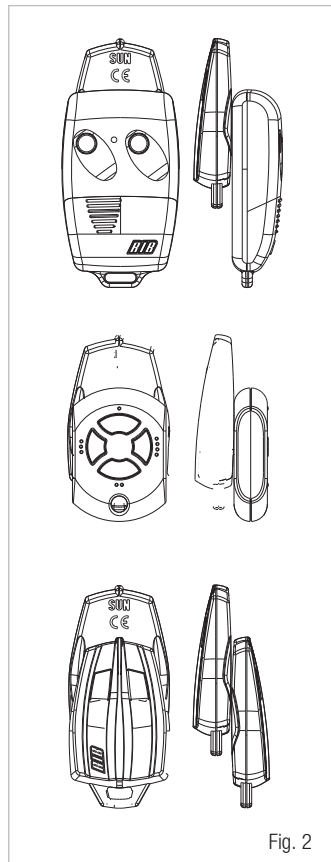

Fig. 2
3. Durante il tempo di 30 secondi premete un tasto sul telecomando valido (es. canale A, ma potrebbe essere anche canale B o C o D) per registrarlo nel SUN CLONE come mostrato in Fig. 2.
N.B.: Eseguire la Clonazione appoggiando il telecomando valido sul SUN CLONE come da Fig. 2. Una eventuale posizione differente non garantisce la corretta clonazione.
3. Durant ces 30 secondes, appuyer sur une touche sur la télécommande (ex. canal A, mais ce pourrait aussi être canal B ou C ou D) pour l'enregistrer dans le SUN CLONE comme montré sur la Fig. 2.
N.B.: Exécuter le Clonage en posant le tx sur le tx MOON CLONE comme selon la Fig. 2. Une position différente éventuelle ne permettra pas un clonage exact.